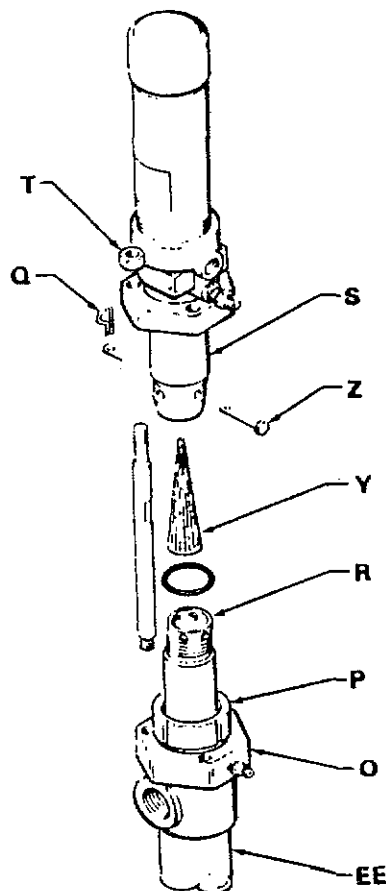

Fig. 5
Vid återinkoppling av luftmotorn appliceras litiumbaserat fett på kolvstängens gängor (R). För in dämparen (Y) i luftmotorns vevstake (S) enligt fig 5. Drag fast kolvstängens i luftmotorns vevstake för hand och sätt dit sprinten (Z). Applicera tätningsmassa på stagets gängor. För att garantera rätt läge, drag först åt stagets låsmutter löst på stagen och drag därefter jämnt till 15 Nm (8 ft-lb).